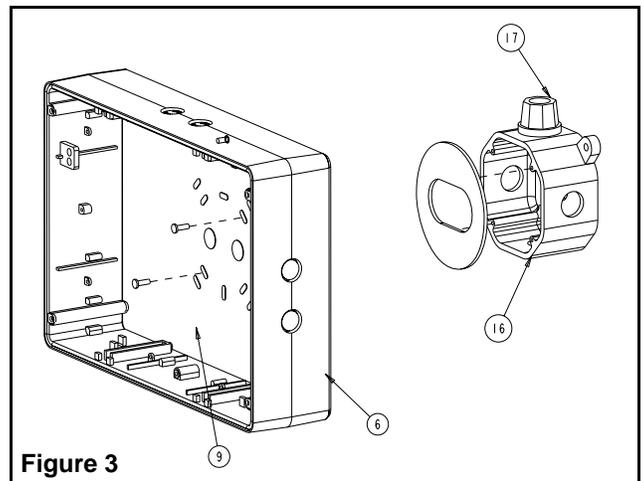

Figure 3
- b. Retirer la plaque arrière (9) de l'emballage. Choisir les trous défonçables appropriés au montage à une boîte de jonction (voir figure 3).